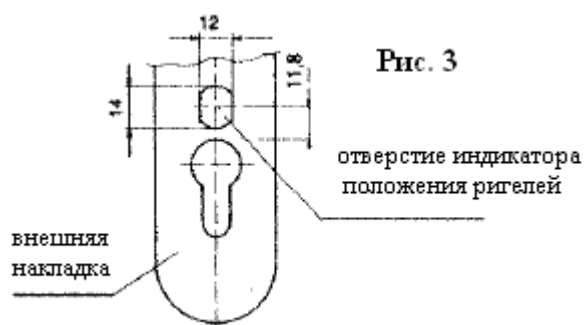

Рис. 3
- c) Прodelайте отверстие под цилиндр во внешней накладке как указано на рис. 3.